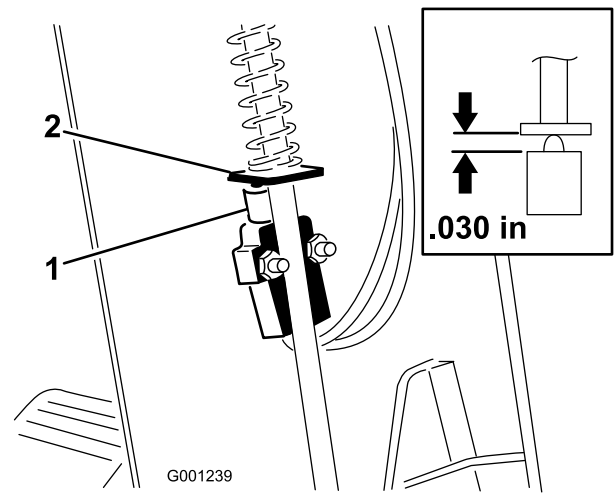

Figure 61
3. Faites coulisser le couvercle en haut de l'arbre de direction pour exposer le contacteur du frein de stationnement (Figure 61).
5. Alignez le palette de la tige du frein de stationnement sur le plongeur du contacteur (Figure 61)
6. Appuyez sur la tige du frein de stationnement et poussez le contacteur vers le haut jusqu'à ce que le plongeur soit comprimé à 0,76 mm (Figure 61, encadré). Cela correspond à la distance entre la palette de la tige du frein et le logement du plongeur du contacteur.